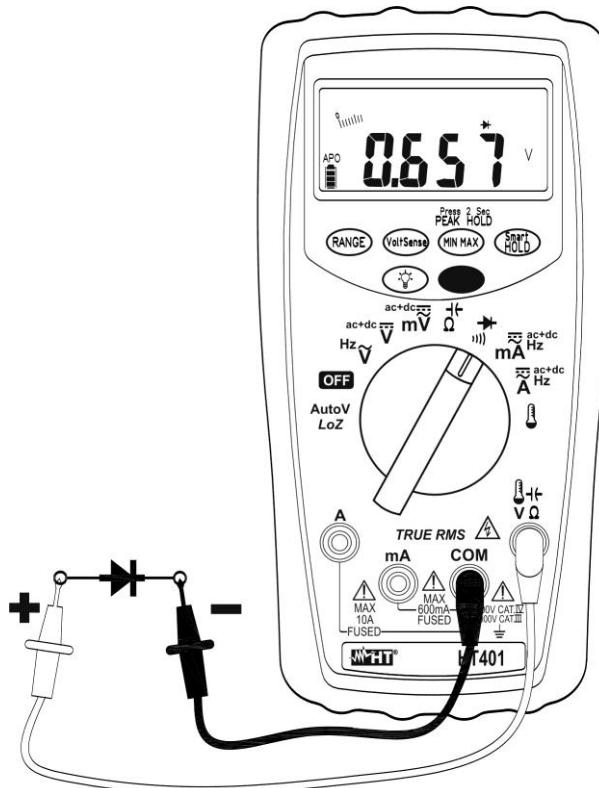

Fig. 8: Prueba de diodos y test de continuidad
4. Conecte la punta roja al ánodo del diodo y la punta negra al cátodo (vea la Fig. 8). El instrumento muestra en el visualizador la tensión de polarización directa. Tal tensión es habitualmente 0.4 ~ 0.9V para uniones correctas.